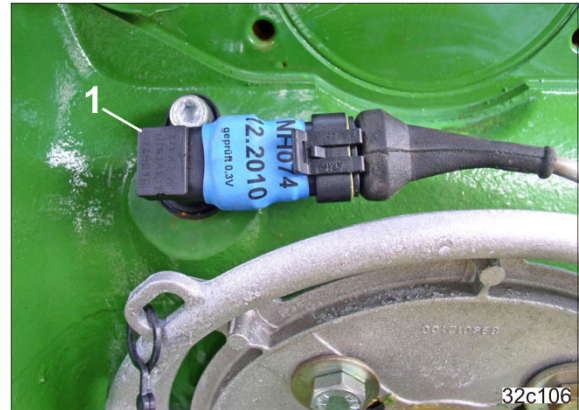

Fig. 36
- am Zweigang-Schaltgetriebe (Fig. 36)